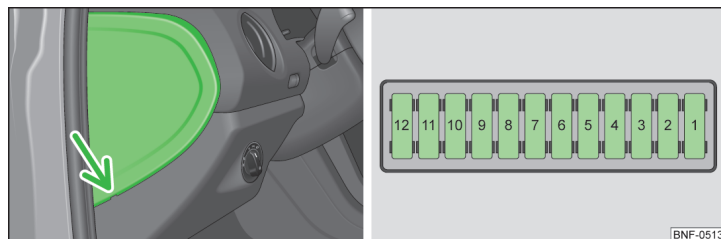

Fig. 126 Tapa de la caja de fusibles/fusibles
- Introduzca un destornillador plano en la hendidura de la tapa, en la zona de la flecha » fig. 126.